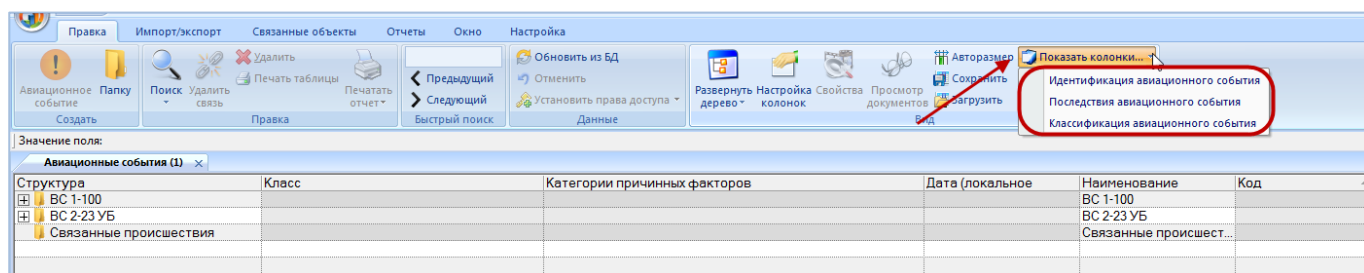

Рис. 13-396. Список предустановленных наборов колонок для отображения в таблице
- 2) Выбрать функциональную вкладку «Правка», затем на панели «Вид» нажать кнопку «Показать колонки...» (рис. 13-396).